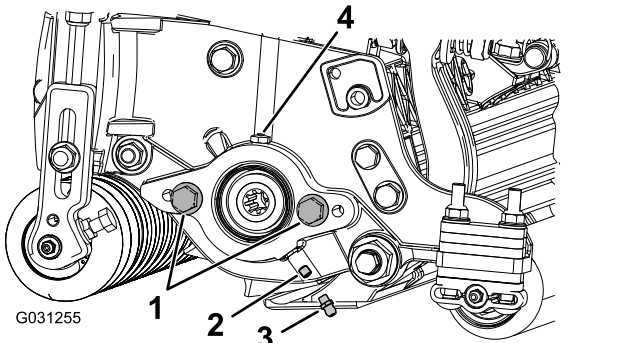

图 4
- 拆下并丢弃滚刀马达侧板上的固定螺丝 图 4。
- 平头螺丝 (2)
- 安装直通黄油嘴 图 4。
如果滚刀马达侧板上没有平头螺丝请安装图 4。
润滑侧板直至多余的润滑脂流出润滑孔图 4。